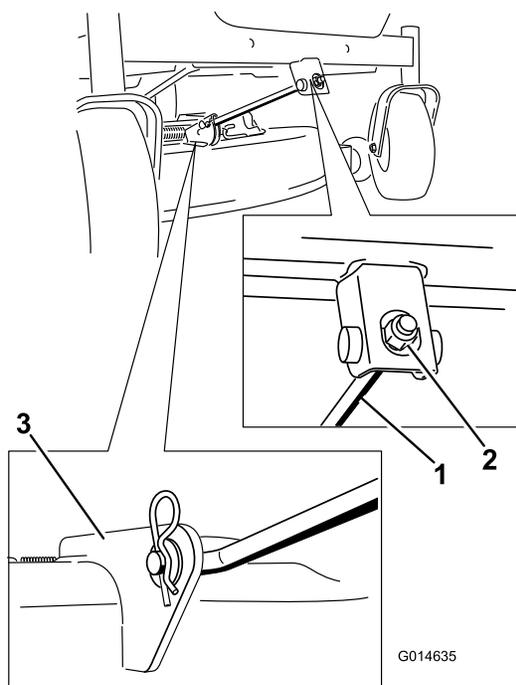

Figura 55
- Rimuovete il perno con testa dall'asta di supporto frontale e rimuovete l'asta dalla staffa del piatto di taglio (Figura 55). Abbassate con cautela la parte anteriore del piatto di taglio fino al suolo.
6. Montate l'asta di sostegno anteriore sul piatto di taglio con il perno con testa e la coppiglia a forcina (Figura 55).